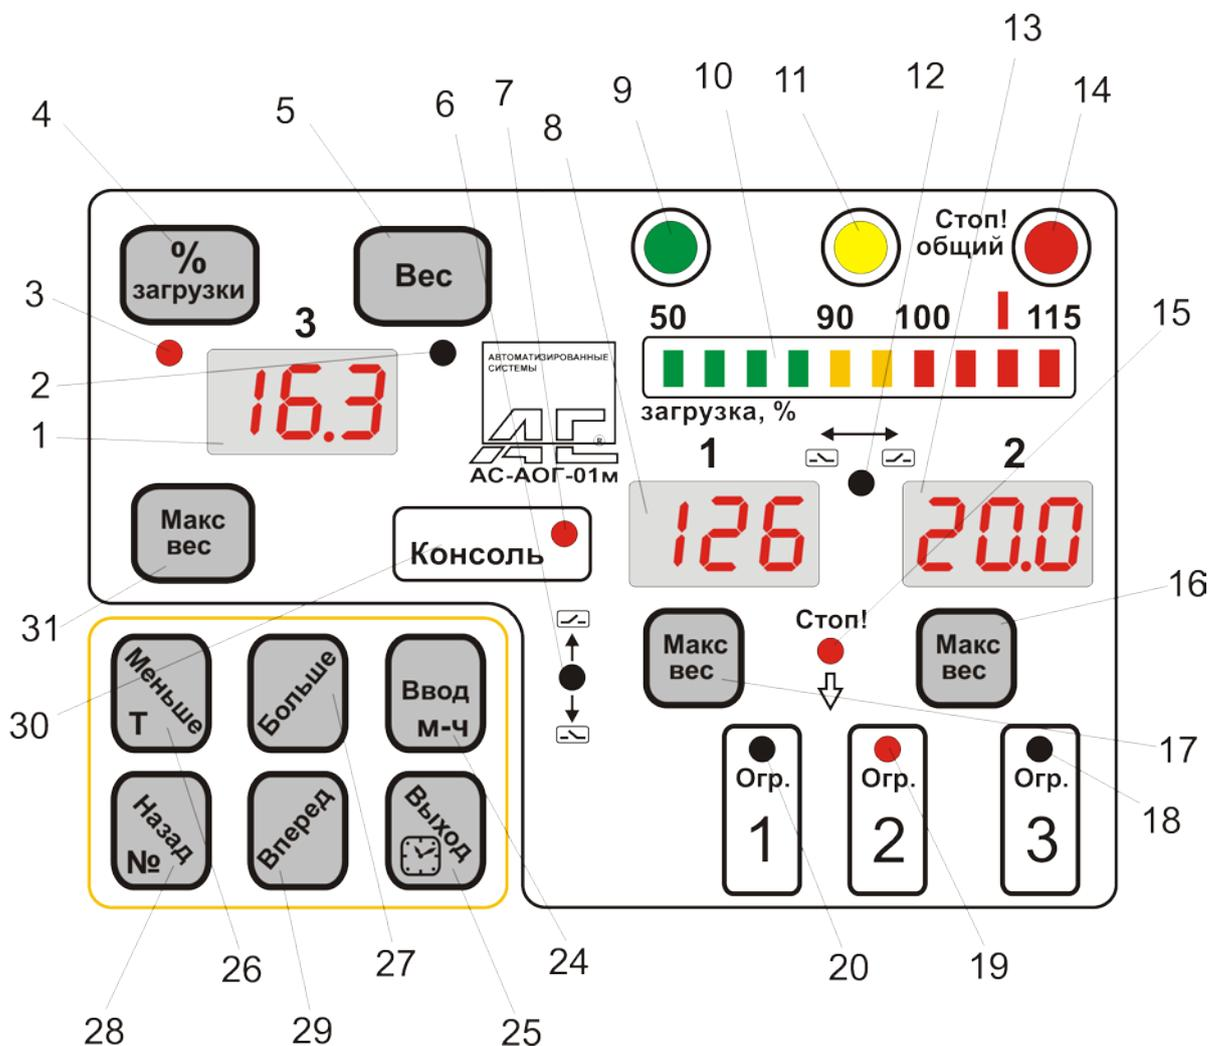

Рис. 4
6.4.8. На панели индикации и управления блока АОГ, Рис.4, расположены: линейный аналоговый индикатор загрузки, 3 цифровых дисплея, характеризующих режим работы крана и кнопки управления.